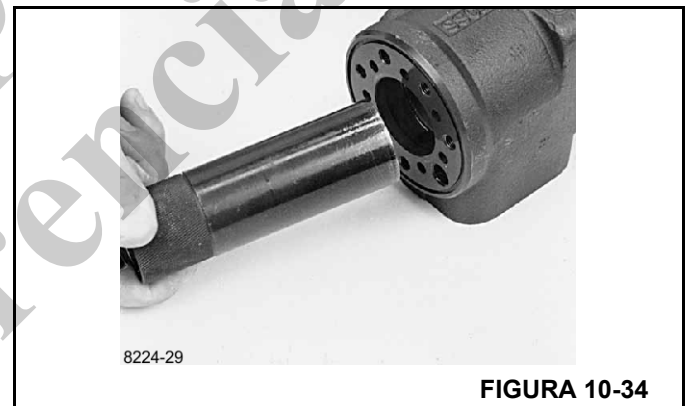

FIGURA 10-34
- Gire la unidad de dirección hasta que la cavidad quede horizontal. Coloque la parte exterior de la herramienta de armado en la cavidad del carrete/manguito (Figura 10-34).